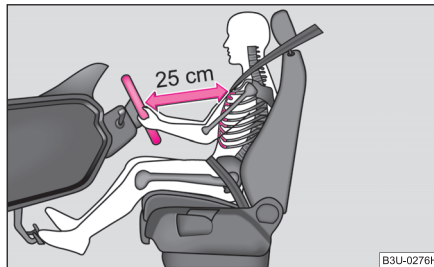

Abb. 105 Der richtige Abstand des Fahrers vom Lenkrad
- Stellen Sie das Lenkrad so ein, dass der Abstand zwischen Lenkrad und Brustbein mindestens 25 cm beträgt ⇒ Abb. 105.
- Der Fahrer muss einen Abstand zum Lenkrad von mindestens 25 cm einhalten ⇒ Abb. 105. Wenn Sie den Mindestabstand nicht einhalten, kann Sie das Airbag-System nicht schützen – Lebensgefahr!